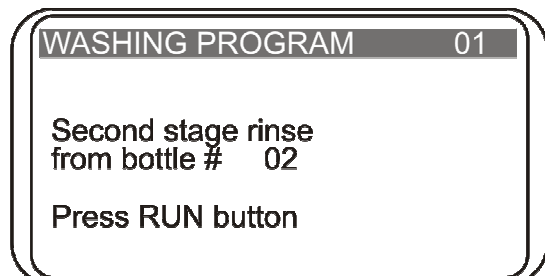

Abb. 8. Meldungen des laufenden Programms
- 4.15. Falls das Waschen auf zwei Kanälen erforderlich ist (Parameter **On two channels** (Auf zwei Kanälen) auf YES (JA) setzen), (zur Bestätigung der richtigen Flaschennummer für den zweiten Waschgang) erscheint die Meldung auf dem Display vor dem Starten des Programms (Abb. 8).